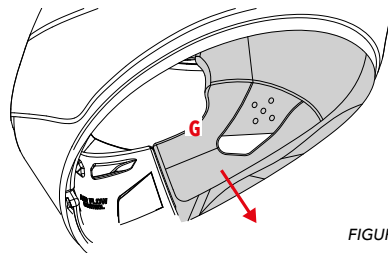

FIGURE 10
**Démontage et Remontage****Extraction – Figure 10**